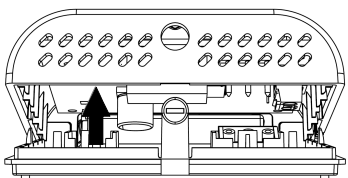

Fig. 5
- 3 Girar la tapa ejercitando una ligera presión hasta extraerla completamente (Fig. 5).